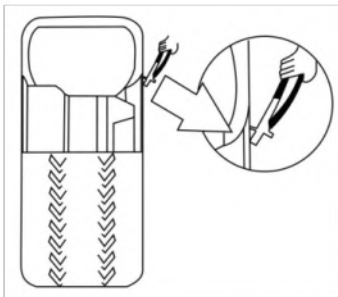

Fig.15
- Retirer toute substance et poids étrangers de la jante. (fig 15)